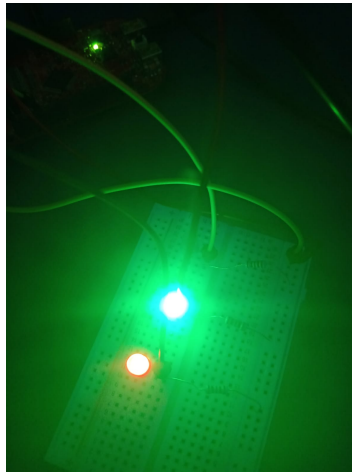

Figura 3: LED RGB - GREEN
- Figura 3 é a configuração do LED RGB para a cor verde.